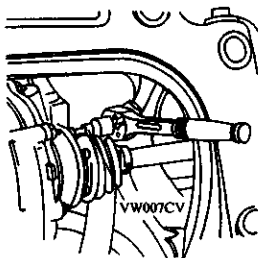

图 3-17 拆卸传动轴
- 3) 将传动轴(半轴)从变速器上拆下来并支撑好,如图 3-17 所示。